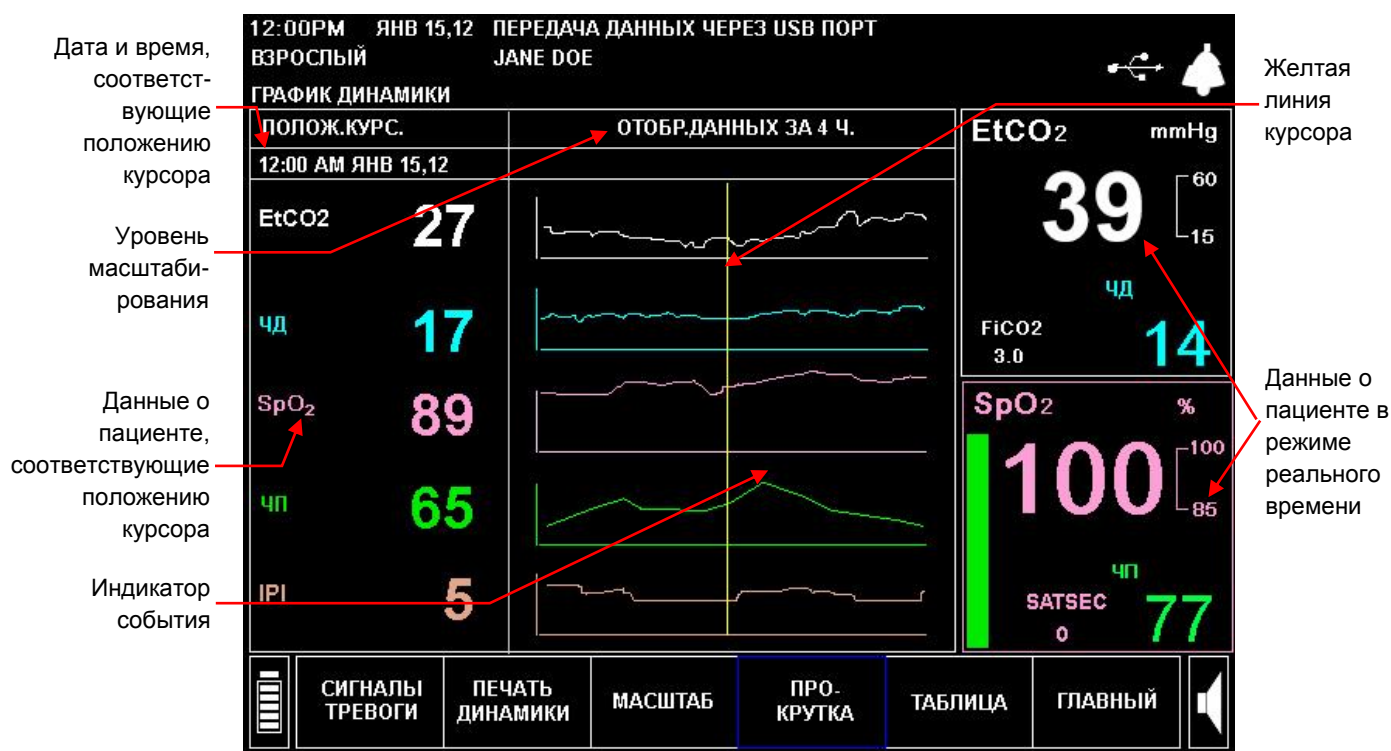

Рис. 31 – Экран графических данных динамики
1. На экране ГЛАВНЫЙ с помощью ручки управления выберите экранную кнопку **ДИНАМИКА** в строке меню в нижней части экрана. Отобразится экран ГРАФИК ДИНАМИКИ (см. Рис. 31 – Экран графических данных динамики ниже).
- Желтая линия курсора: Вертикальная желтая линия проходит через все четыре графика и перемещается ручкой управления при выборе опции **ПРОКРУТКА**. Линия курсора указывает текущее положение на графике динамики с точным указанием данных и времени. Эти данные перечислены под заголовком **ПОЛОЖ.КУРС.** в левой верхней части экрана (см. Рис. 31 – Экран графических данных динамики на стр. 96).
Чтобы найти событие или маркер тревожной сигнализации, прокрутите курсор и просмотрите события и маркеры тревожной сигнализации так, как показано выше на Рис. 31 – Экран графических данных динамики на стр. 96. Установите желтую линию курсора на красный маркер тревожной сигнализации, затем выберите режим прокрутки, нажав на ручку управления. При изменении масштабирования курсор появится в средней части графического экрана, указывая момент времени, на котором он находился в предыдущем экране.